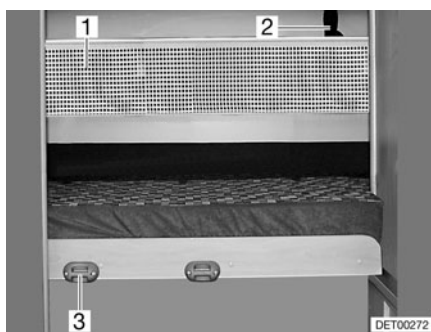

Fig. 92 Filet de sécurité
- Accrocher l'échelle de montée par les longerons sur le bandeau (Fig. 92,3) installé sur le cache.
Le filet de sécurité (Fig. 92,1) de série est rangé entre le matelas et le sommier à lattes. Ne tendre le filet de sécurité qu'une fois que la personne se trouve dans le lit.
- Faire s'enclencher les sangles de retenue (Fig. 92,2) dans les œilletons du plafond.